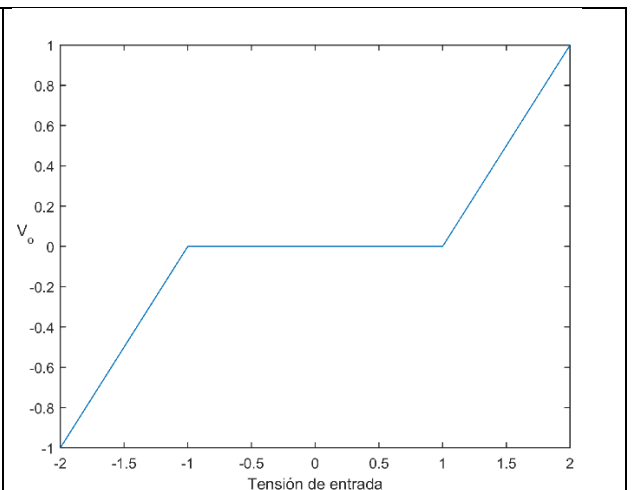

Fig. 2. Relación de entrada salida que tiene el actuador lineal con zona muerta de 1V.
-Determinar el efecto de la no linealidad en la acción de control, descrita en la Fig. 2, y verificar cuál es el máximo valor admisible de esa no linealidad.